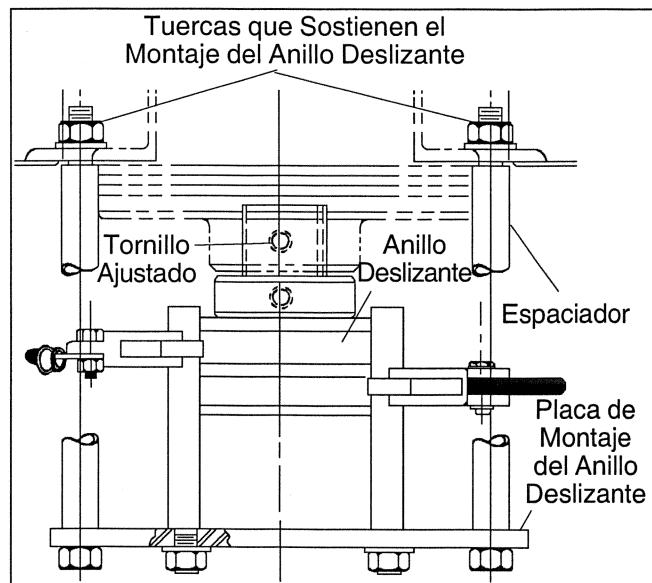

Figura 7.2 — Anillo Deslizante
Para transmitir las señales eléctricas entre el pedestal y la base giratoria se usa un anillo deslizante eléctrico. Este montaje permite la rotación continua de la tornamesa en unidades equipadas con encender/apagar remoto o una bomba DC para descenso de emergencia sin que los cables eléctricos giren o se tuerzan. El anillo deslizante se ilustra en la Figura 7.2.
2. Quite los cuatro pernos y los tubos espaciadores que conectan el anillo deslizante a la junta rotativa (ver Figura 7.2).